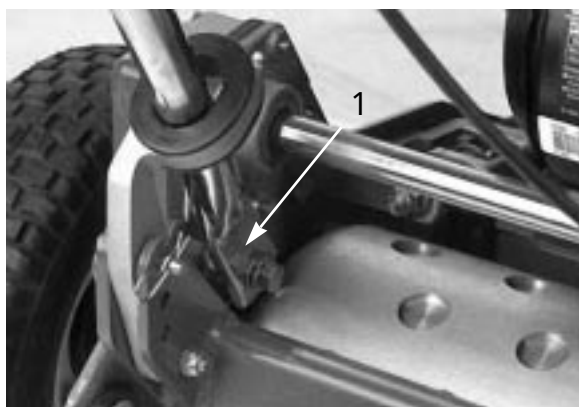

図 2
5. ハンドル端を内側に絞りながら、取り付けピンに通す（図2）。
6. 取り外しておいたキャップスクリュ、ワッシャ、ロックワッシャで、ハンドル端部を固定する（図2）。
7. 次に、ハンドル・アームの下部を固定する。先程外したキャップスクリュとロックナットを使用する（図2）。ハンドル・アーム取り付け穴にブッシュを入れるのを忘れないこと。
8. 先程外しておいたコッターピンとリングピンで、ハンドル・アームをフレーム後部に固定する（図2）。